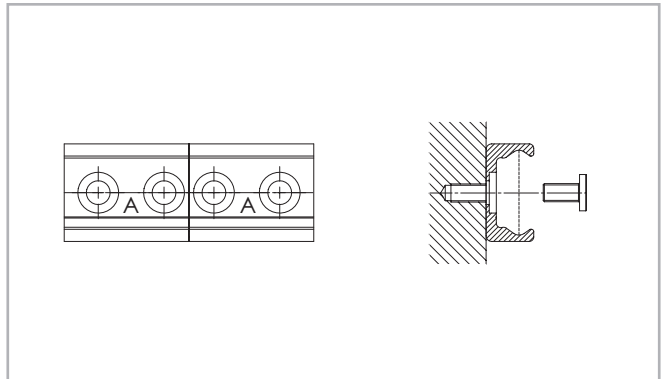

Abb. 171
- (1) Fixieren Sie die einzelnen Schienen auf der Montagefläche durch Anziehen aller Schrauben, bis auf die jeweils letzte am Schienenstoß.
- (2) Montieren Sie die End-Befestigungsschrauben, ohne diese fest anzuziehen (s. Abb. 171).